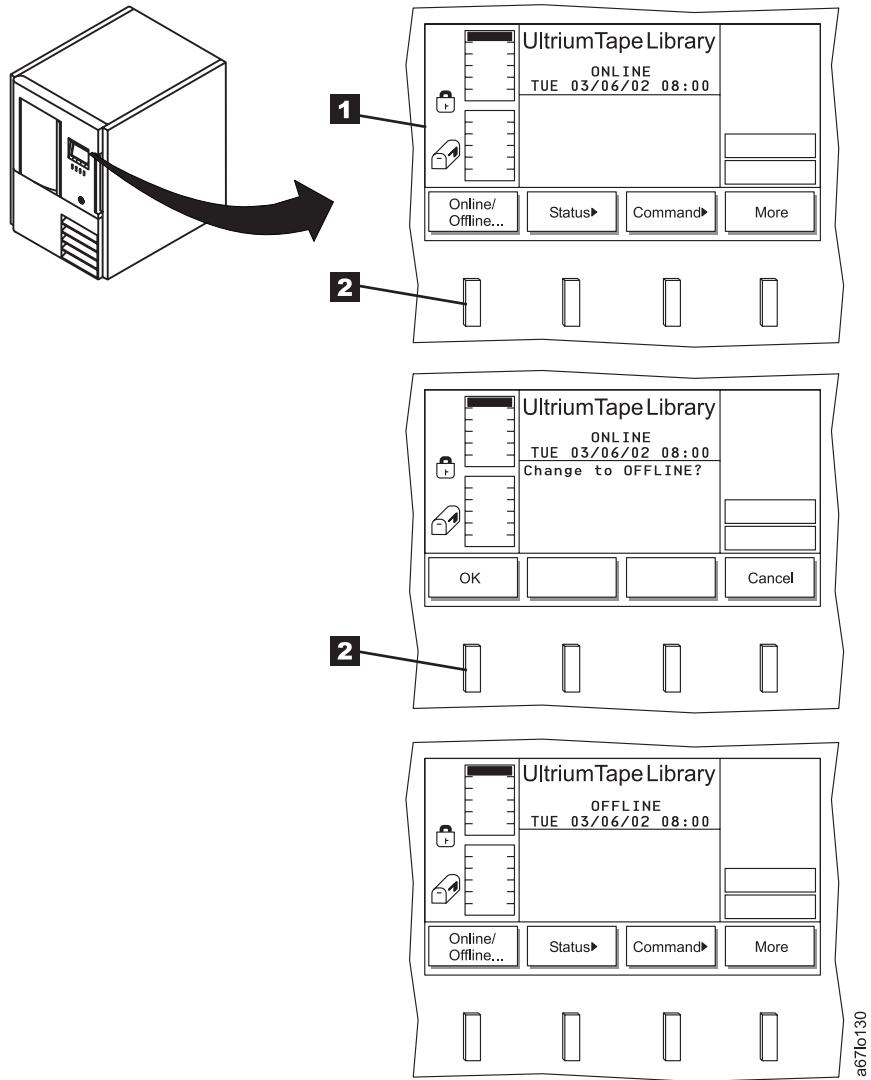

Abbildung 39. Bedienerkonsole
8. Die Firmware des Kassettenarchivs wird automatisch initialisiert und beginnt mit den Prozeduren INVENTORY und TEACH. Erscheint das Hauptmenü auf der Bedienerkonsole (1 in Abb. 39), setzen Sie das Kassettenarchiv in den Status *Offline*, indem Sie den Knopf 2 unter dem Programmfunctionssymbol **Online/Offline** drücken. Befolgen Sie die Anweisungen in der Anzeige.